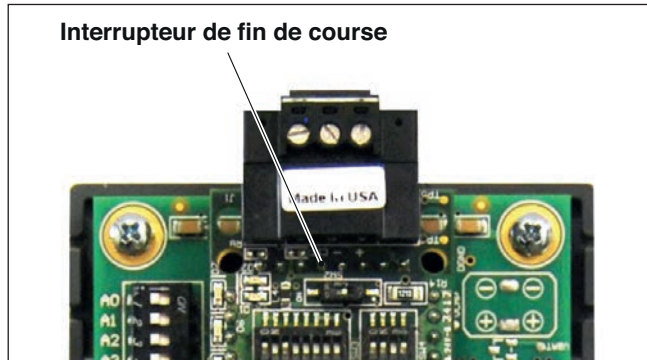

Fig. 13 Commutateur EOL du réseau BMS (Building Management System) RS-485
- Si la **ProtoNode** est le dernier périphérique sur le tronc BACnet MS/TP ou Metasys N2, alors l'interrupteur de terminaison de fin de course doit être activé (Fig. 13).